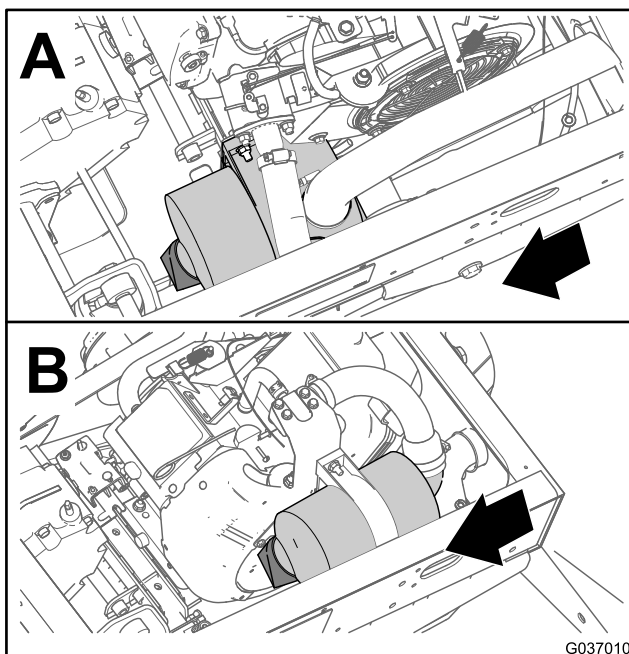
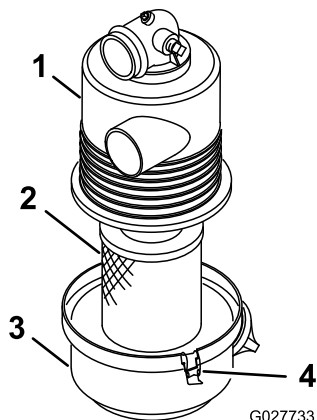

Figura 29
Figura 30
2. Verificați dacă există deteriorări la nivelul corpului filtrului de aer care ar putea cauza o scurgere de aer (Figura 29 i Figura 30).
3. Eliberai elementele care fixează capacul filtrului de aer pe carcasa acestuia (Figura 30).
4. Îndepărtai capacul filtrului de aer de la carcasa filtrului de aer și curățați interiorul capacului (Figura 30).
3. Introduceți elementul de filtrare al filtrului de aer în carcasa filtrului de aer (Figura 30).
4. Aliniați capacul filtrului de aer cu carcasa filtrului de aer (Figura 30).
5. Fixați capacul la carcasă cu ajutorul elementelor de fixare (Figura 30).